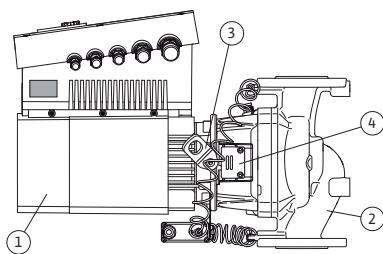

Fig. 10: Pompe complète
La principale caractéristique de la gamme Stratos GIGA est le refroidissement par enveloppe du moteur. Le flux d'air est transporté de façon optimale à travers le capot de ventilateur (fig. 10, pos. 1) pour refroidir le moteur et le module électronique.
La (fig. 10, pos. 2) montre le corps de pompe avec un guidage spécial de la lanterne pour soulager la roue.
Utiliser les œillets de transport (fig. 10, pos. 3) comme indiqué aux chapitres 3 «Transport et entreposage intermédiaire» à la page 131 et 10 «Entretien» à la page 174.
Le regard masqué par la tôle de protection (fig. 10, pos. 4) dans la lanterne est utilisé conformément au chapitre 10 «Entretien» à la page 174 lors des travaux d'entretien. Le regard peut également être utilisé pour contrôler les fuites tout en observant les consignes de sécurité indiquées au chapitre 9 «Mise en service» à la page 170 et au chapitre 10 «Entretien» à la page 174.